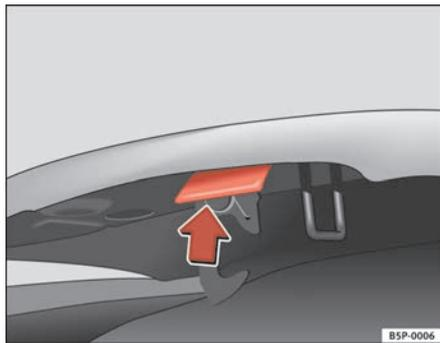

Fig. 171 Tirador de apertura por debajo del capó.
- Presione hacia arriba la palanca que hay debajo del capó ⇒ fig. 171. Al hacerlo, el gancho de sujeción queda desbloqueado.